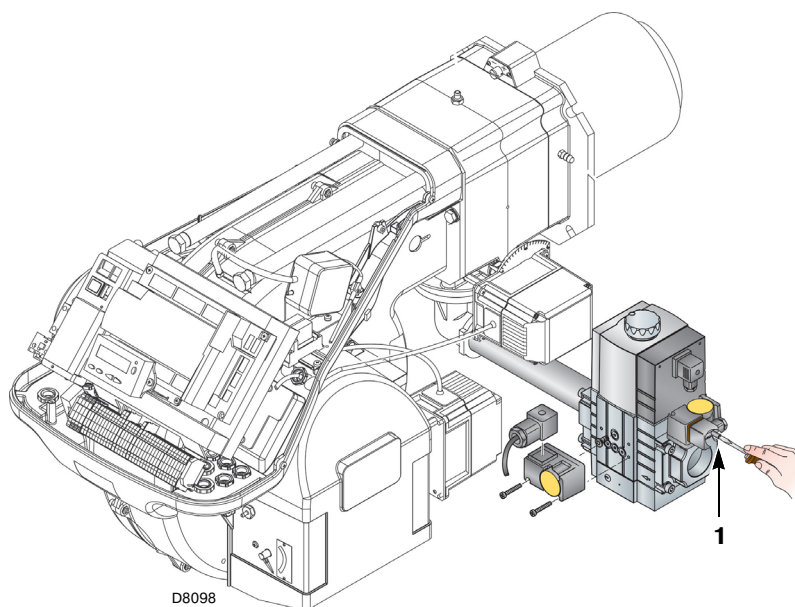

Рис. 26
- Контролировать давление подачи газа, подсоединив манометр к штуцеру давления 1) (Рис. 26) реле минимального давления газа: оно должно быть ниже заданного максимального давления газовой ramпы, указанного на щитке с характеристиками.
- Выпустить воздух из труб газовой ramпы, соединив пластмассовую трубу со штуцером давления 1) (Рис. 26) реле минимального давления газа. Вывести наружу здания выпускную трубу, пока не появится запах газа.